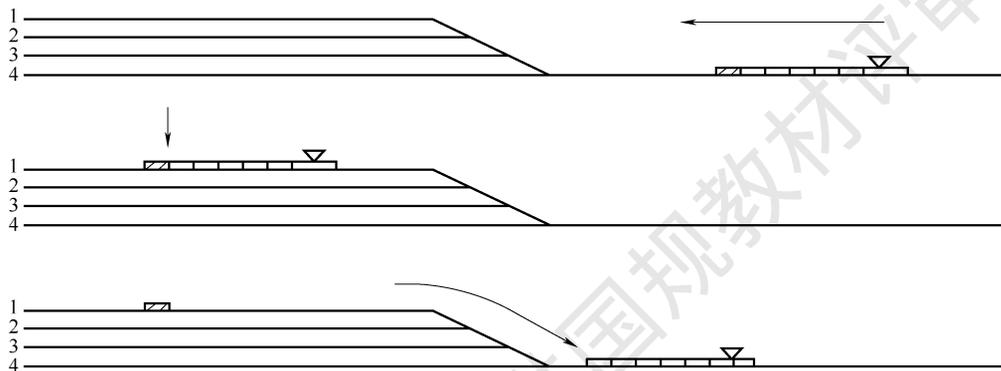

图 3-3 推送调车示意图
(1) **推送调车** 推送调车是用机车将车辆调移至适当地点,停稳后再摘车的调车方式,其作业过程如图 3-3 所示。利用该方式调车,便于控制运行速度,作业安全。但车辆实现调移要经过推送和折返两个过程,因此,消耗的作业时间长,效率较低。当不许溜放作业时,应采用推送调车。